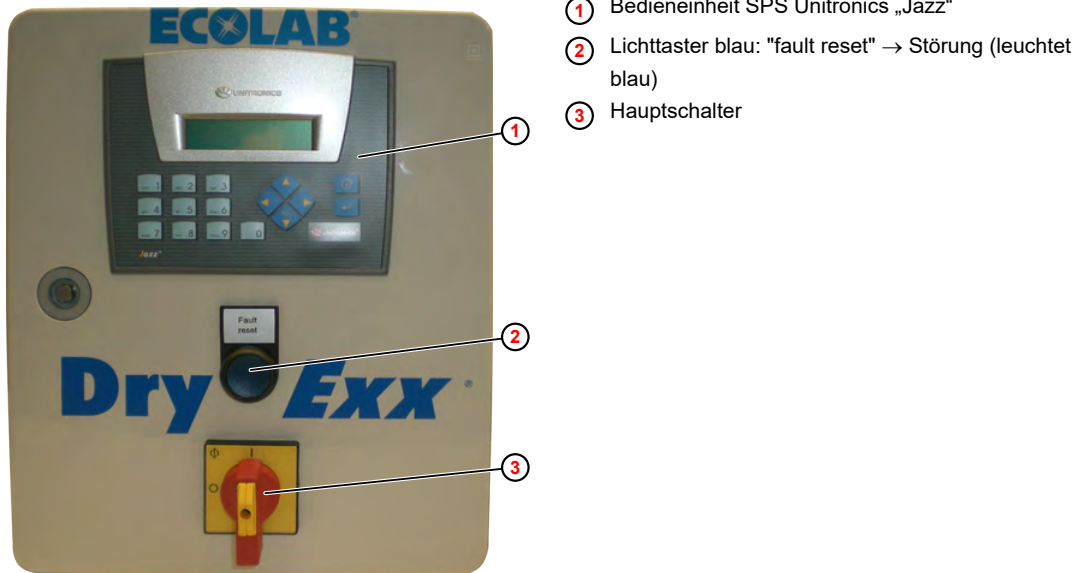

Abb. 9: DryExx® Small einschalten
1. ➤ Am Steuerschrank Hauptschalter (Abb. 9 , ③) ausschalten.
2. ➤ Am Steuerschrank Hauptschalter (Abb. 9 , ③) einschalten.
3. ➤ Bei Bedarf die Taste " Reset" (Abb. 9 , ②) drücken.